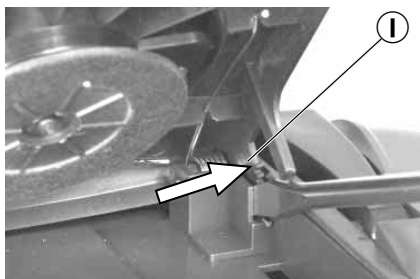
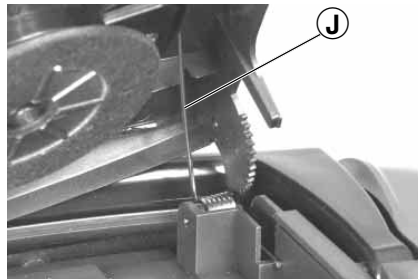

Fig. 6
Fig. 7
- Rechtes Deckelscharnier **I** mit einem Schraubendreher nach außen drücken (Fig. 6) und Deckel austrasten (Fig. 7), achten Sie dabei auf die Deckelfeder **J**.
- Press the right hinge of the lid **I** outwards with a screwdriver (Fig. 6) and disengage the lid (Fig. 7); take care of the lid spring **J**.